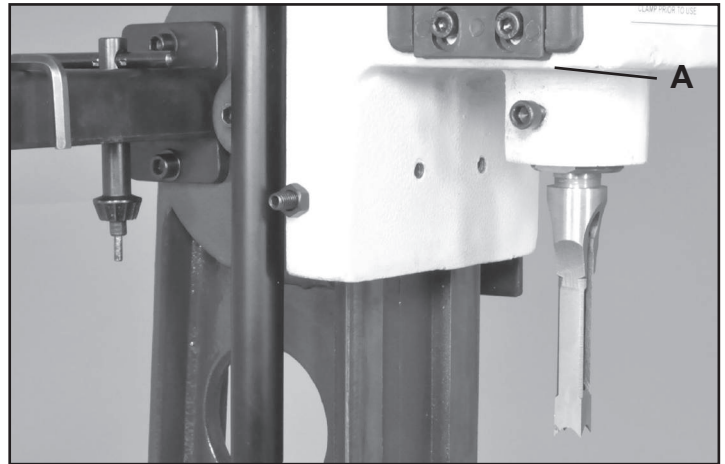

FIG. 9
4. Ajuste el tornillo de fijación del casquillo para asegurar el formón en su lugar. FIG. 9, A.